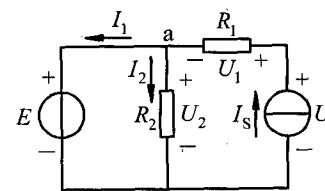

图1.4
**分析** 计算电路时,应标出各待求元件(或支路)中电压、电流的参考方向,如图1.4所示。再根据元件(或支路)参考方向的关系来确定待求量。电路中的电源元件并不一定都起电源的作用,有的可能起负载的作用。
答 先标出各元件的电压、电流的参考方向,如图1.4所示。则